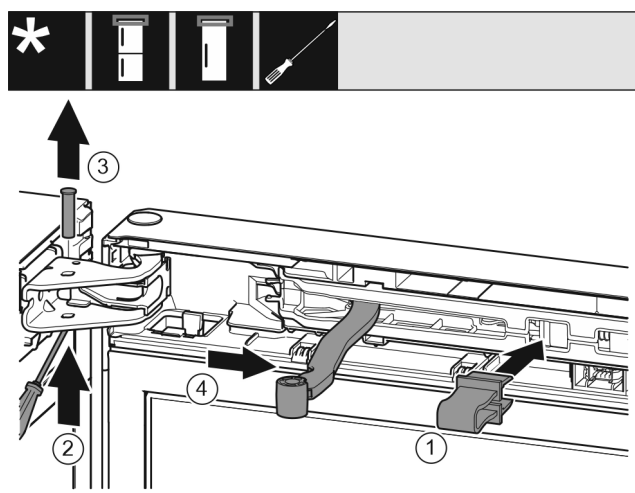

Fig. 9
- ▶ 将安全装置 Fig. 9 (1) 卡入开口。
- ▶ 旋出螺栓 Fig. 9 (2)。
- ▶ 向上取出螺栓 Fig. 9 (3)。
- ▶ 将铰链 Fig. 9 (4) 转向门的方向。